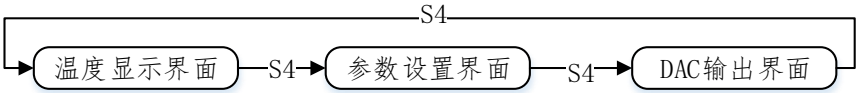

图 5 通过 S4 按键切换界面
- **S4:** 定义为“界面”按键，按下 S4 按键，切换温度显示界面、参数设置界面和 DAC 输出界面，按键 S4 切换模式如图 5 所示：